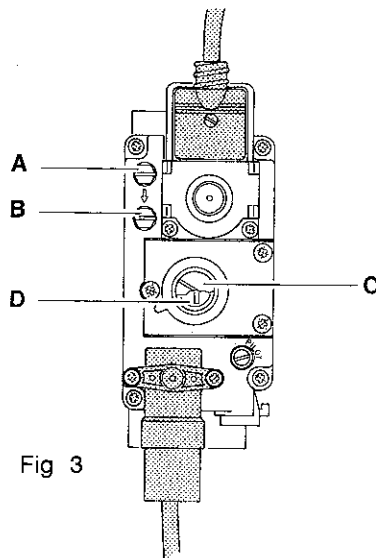
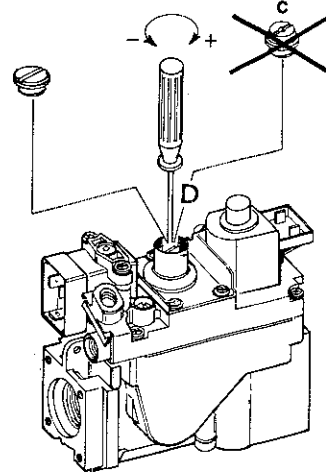

Fig. 3
Fig. 2
- Regolare la pressione a monte della valvola, a circa 450 mm ca (verificando con un manometro ad acqua sulla presa di pressione A Fig. 3) agendo sul regolatore del serbatoio.
- Togliere il tappo C (forato) della valvola gas e con il cacciavite regolare la pressione a valle a 300 mm. c.a. agendo sulla vite di regolazione D (Fig. 2) verificare con il manometro ad acqua sulla presa di pressione B (Fig. 3).
Alla prima accensione è indispensabile spurgare molto bene l'aria del serbatoio, e dalla tubazione fino alla valvola agendo sulla presa di pressione a monte A (Fig. 3)